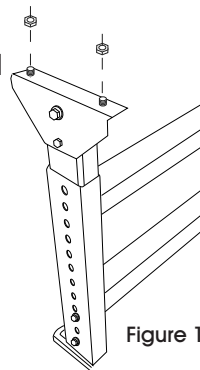

Figure 1
1. La quincaillerie est déjà vissée dans la partie supérieure des jambes d'appui en H. Retirez la quincaillerie. (Voir Figure 1)